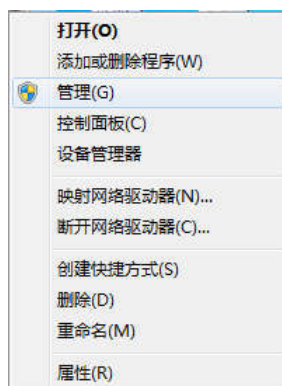

图 3.1.8 右击“我的电脑”
(7) USB 驱动正确安装后，用户可查看激光雷达和电脑连接后使用的 COM 口，具体步骤如下：
- 鼠标右击“我的电脑”，在弹出菜单中点击“管理”菜单项，如下图 3.1.8 所示：